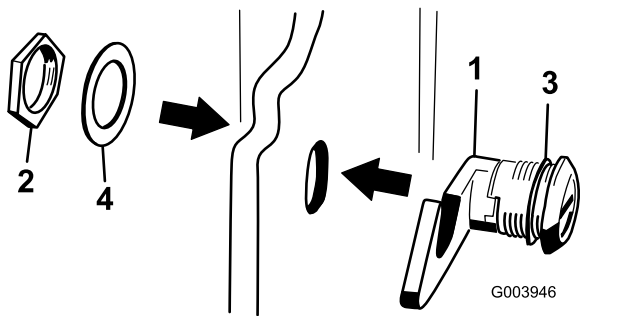

Figura 20
3. Togliete il dado dal gruppo del fermo del cofano (Figura 20).